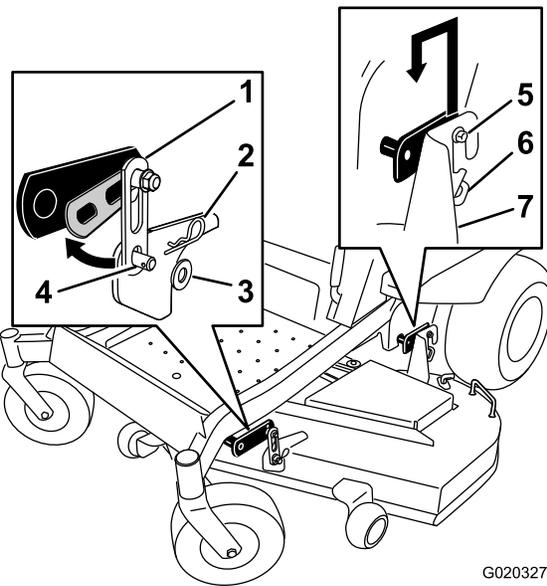

Figura 72
2. Retire los herrajes de las pletinas de suspensión delanteras en ambos lados de la carcasa (Figura 72).
3. Retire la carcasa con cuidado de los pernos de las pletinas de suspensión y baje la parte delantera de la carcasa al suelo (Figura 72).
6. Eleve la parte trasera de la carcasa del cortacésped y coloque los soportes de las pletinas de suspensión sobre sus pernos (Figura 72).
7. Conecte el soporte delantero de la carcasa del cortacésped a las pletinas de suspensión delanteras y sujételas con una arandela y un pasador de horquilla (Figura 72).